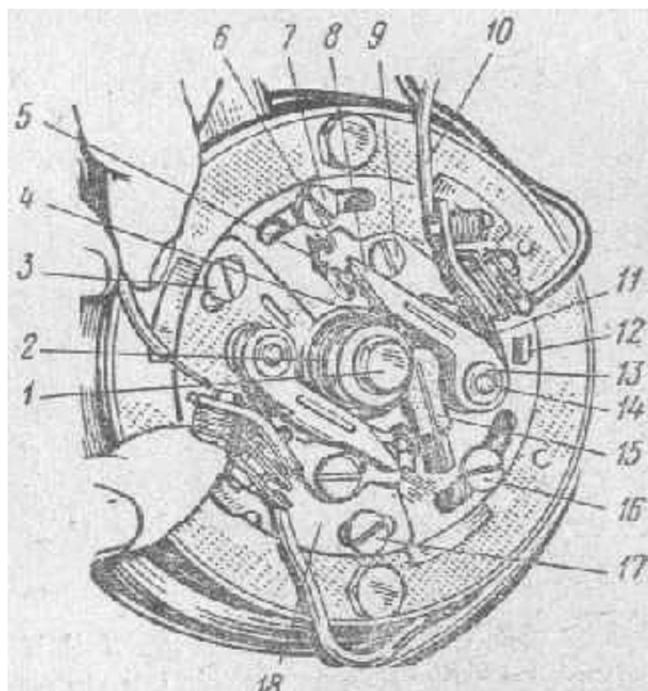

Рис. 88, Прерыватель мотоцикла ЯВА-350:
2. Отсоединить провода от клемм реле-регулятора (клеммы 51, 61 и 1A на мотоцикле ЯВА-250 и клеммы 51, 61, 1A и 1B на мотоцикле ЯВА-350). У последних моделей мотоциклов провода 1A и 1B подсоединенны не к клеммам на щитке реле-регулятора, а непосредственно к прерывателям. Надавливая на выступающий конец спиральной пружины, укрепленной на основании подвижного контакта, вынимают провод (рис. 88).